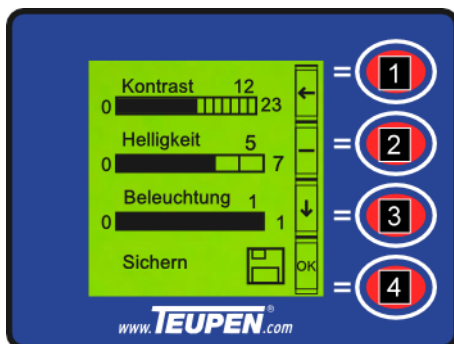

Abb. 71: Display Setup
1. Mit der [Funktionstaste] (Abb. 71/3) die gewünschte Einstellung auswählen.
2. Mit der [Funktionstaste] (Abb. 71/2) den Wert der gewünschten Einstellung verringern.
Mit der [Funktionstaste] (Abb. 71/4) den Wert der gewünschten Einstellung erhöhen.